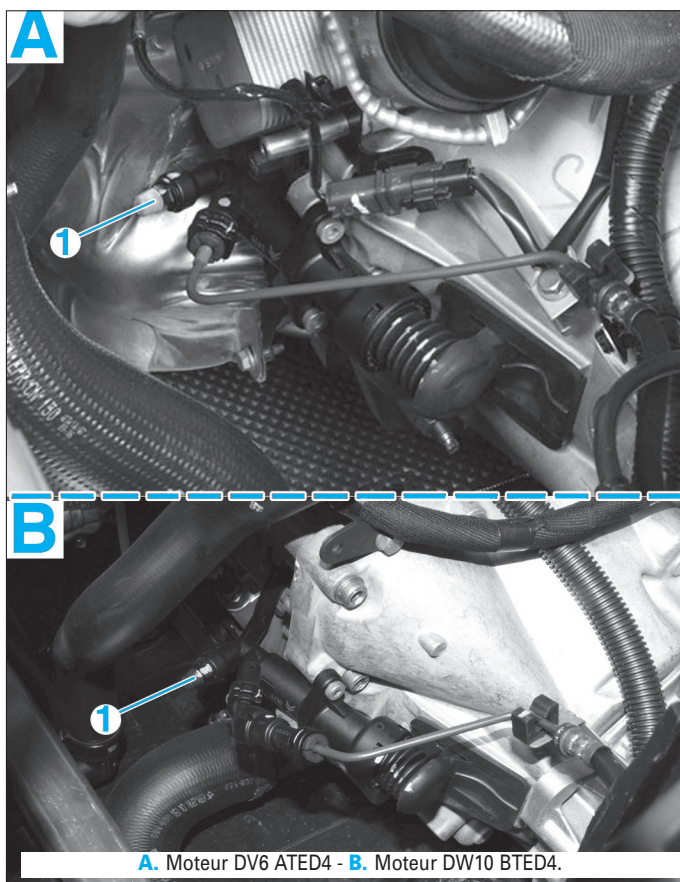

Fig. 13
- Déposer le bouchon de protection de l'orifice de purge (1) (Fig.13).
- Accoupler un tuyau transparent sur l'orifice de purge (1).